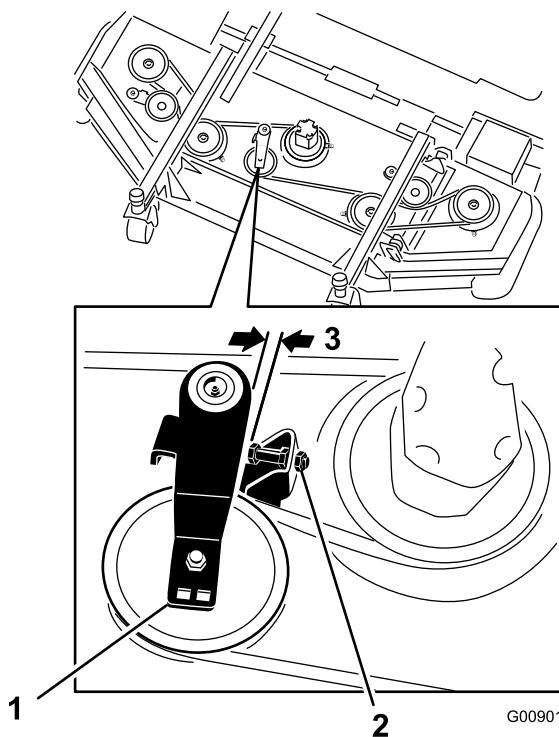

Bild 114
- Lösen Sie am Frontmähwerk in der Mitte die Klemmmuttern an der Anschlagschraube der Spannscheibe und drehen die Anschlagschraube in die Halterung (Bild 114).
- Schieben Sie jede Spannscheibe des Seitenmähwerks mit einem Ratschenschlüssel oder einem ähnlichen Werkzeug vom Treibriemen, um die Spannung zu lösen, und lassen Sie den Riemen von der Spannscheibe des Seitenmähwerks rutschen (Bild 114).